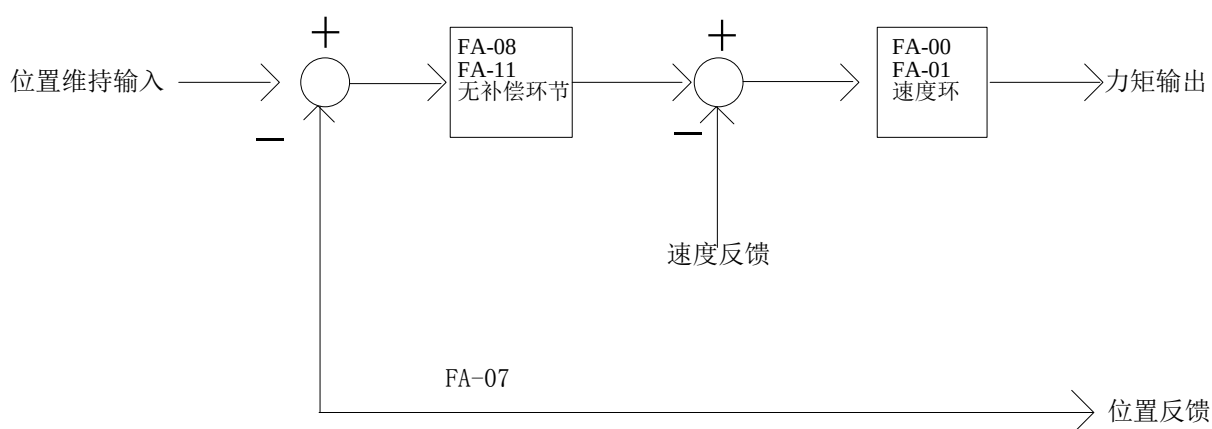

图 6.16 无负载补偿起动的工作原理示意图
- 1) 工作原理：如图 6.16 所示。在抱闸打开时，通过正余弦 PG 卡反馈的位置信息计算出当前负载情况下维持曳引机位置恒定电机所需的转矩，迅速的产生相应转矩，使曳引轮产生极小的位移，达到无负载补偿舒适起动的目地。